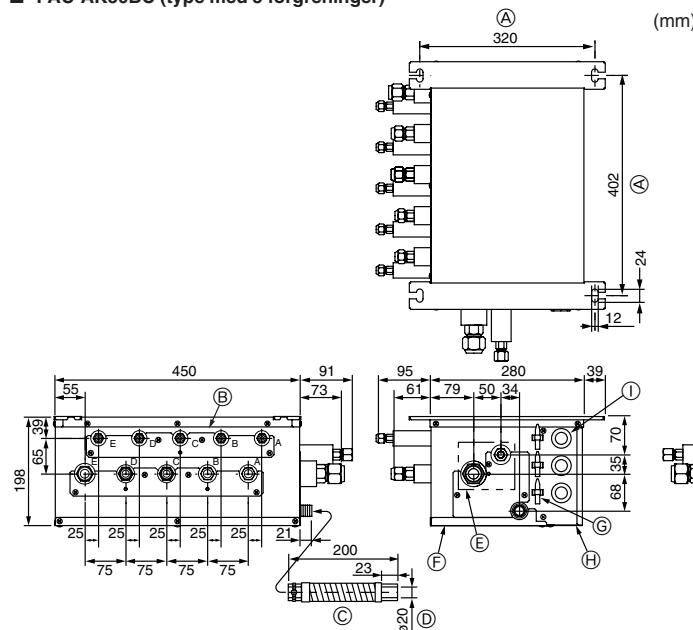

Fig. 4-2
#### ■ PAC-AK50BC (Fig. 4-2)
- (1) Monter ophængningsboltene (anskaffes lokalt) med den angivne afstand. (Fig. 4-2, 4-3)